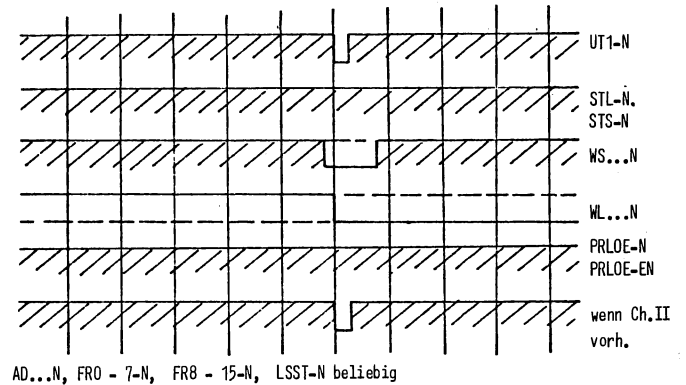

Abb.4-9 Schnittstellen-Impulsplan
Der erste zu sendende Startimpuls nach dem Einschalten und Rücksetzen muß ein STL sein! Im weiteren Betrieb müssen STL und STS stets einander abwechselnd folgen (Abb.4-9).
4.6.2 Leitungen von den Arbeitsspeichern zu der Verarbeitungseinheit (Abb.4-9)